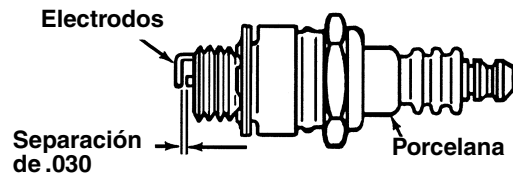

Figura 21
- Limpia la bujía y reajuste la separación .030" una vez por temporada por lo menos o cada 50 horas de operación. Se recomienda el reemplazo de la bujía al comienzo de cada temporada. Refiérase a la lista de piezas del motor para el tipo correcto de bujía. Vea la Figura 21.